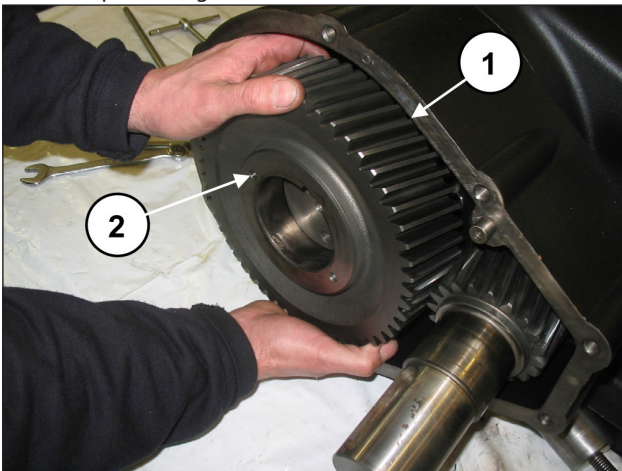

Fig. 12
Retire a coroa (pos. ①, Fig. 12). Se necessário, é possível usar um extrator de mecanismo de percussão para aplicar os dois furos M8 (pos. ②, Fig. 12).